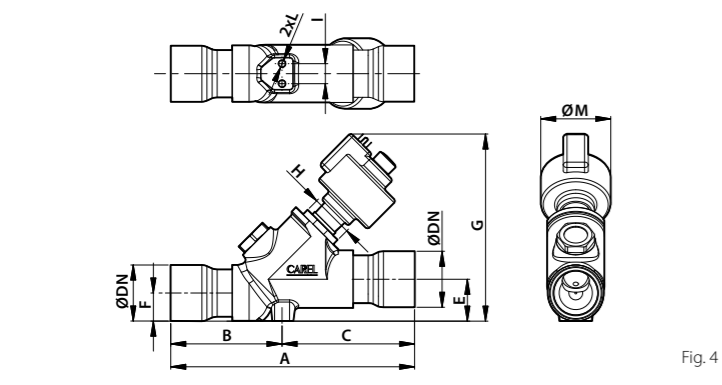

Fig. 4
5. Avvitare nel corpo valvola la cartuccia in acciaio sull'apposito alloggiamento filettato con una chiave a forchetta (per misura si veda fig. 4) verificando il corretto inserimento dell'O-ring, che garantisce la tenuta ermetica, sulla cava. Serrare la cartuccia portando la ghiera in battuta sul corpo valvola con una coppia di serraggio suggerita di 30-35 Nm per E5V e E6V oppure 35-40 Nm per E7V (Fig. 2.3). Attenzione! Nel caso in cui l'otturatore fuoriuscisse completamente dalla sede di lavoro della cartuccia procedere secondo la seguente modalità:
5. Tighten the steel cartridge to the special threaded socket in the valve body using fork spanner (for the size see Fig. 4), making sure the O-ring is fitted to ensure hermetic tightness. Tighten the cartridge by pressing the ring against the valve body with a recommended torque of 30-35 Nm for E5V and E6V or 35-40 Nm for E7V (Fig. 2.3). Warning! If the threaded rod comes completely out of the cartridge, proceed as follows:
- Visser la cartouche en acier au corps du détendeur dans son emplacement fileté spécial avec une clé à fourche (pour la dimension, voir fig. 4) en vérifiant l'insertion correcte du joint «O-ring», qui garantit son étanchéité. Serrer la cartouche en situant la bague en butée sur le corps vanne avec un couple de serrage conseillé de 30-35 Nm pour E5V et E6V et de 35-40 pour E7V (Fig. 2.3).